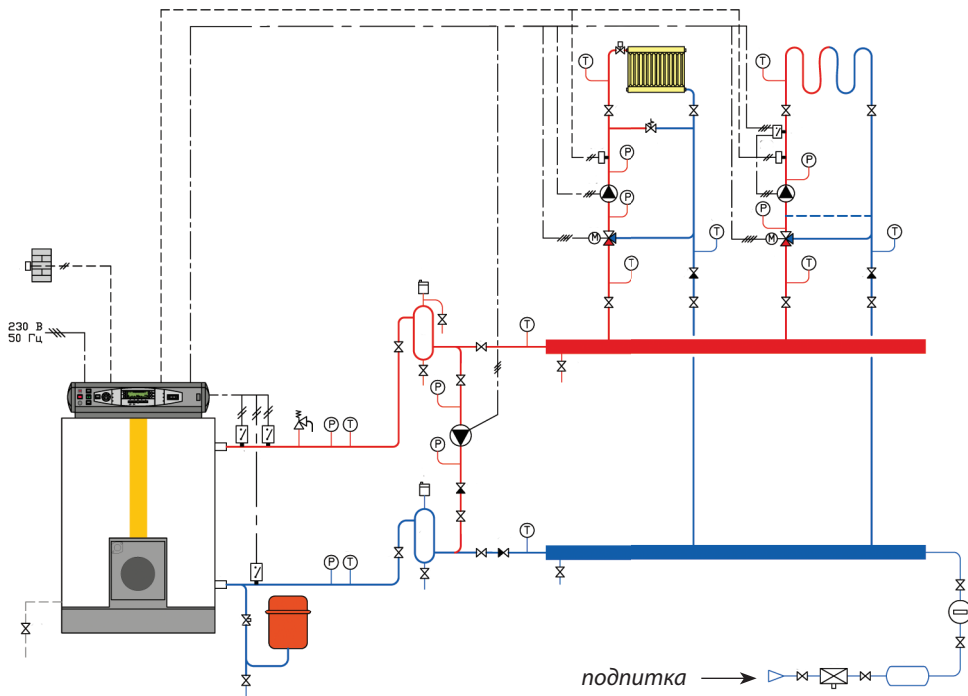

Рис. 20. Подпитка отопительной установки в обратный коллектор
3. Подпитка отопительной установки в обратный коллектор (см. рис. 20).